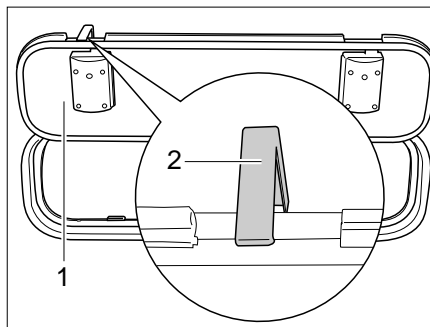

Bild 56 Sicherungshaken Außenklappe
- Die Außenklappe (Bild 56,1) öffnen und Sicherungshaken (Bild 56,2) an der Fahrzeugwand nach oben drehen.
- Den Sicherungshaken (Bild 56,2) nach oben drücken.